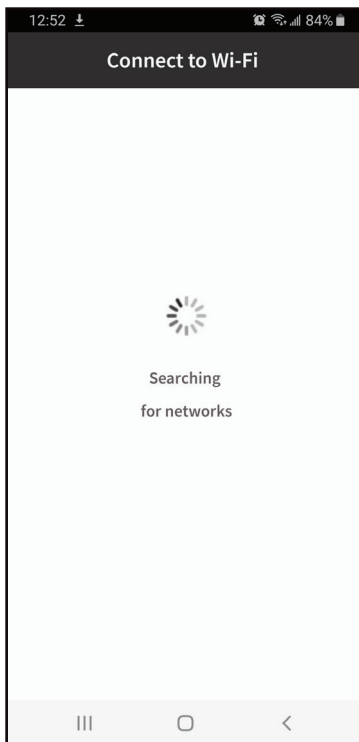

Fig. 7
5. Sélectionnez le wifi souhaité et connectez-vous en entrant le mot de passe wifi de votre domicile.(Fig. 7 & 8).